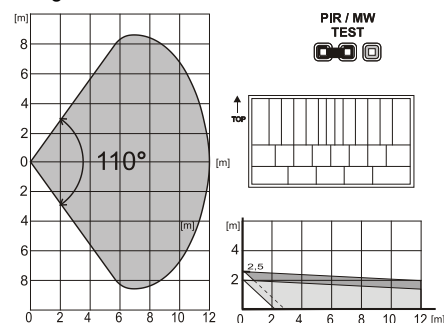

Fig. 2: Dækningsegenskaberne kan ændres ved at bruge en alternative linse:
PIR detektoren er udstyret med en 110°/12m linse. Dækning – se Fig. 2. Tjek dækningen ved hjælp af koblingskablet (8) i **“PIR”** position. Bevægelse indikeres ved en rød LED.